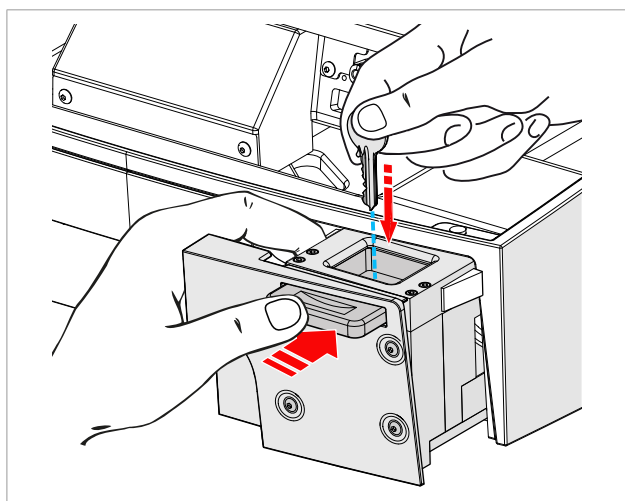

Fig. 61
- 3) Plaats de te lezen sleutel met de andere hand (Fig. 61).